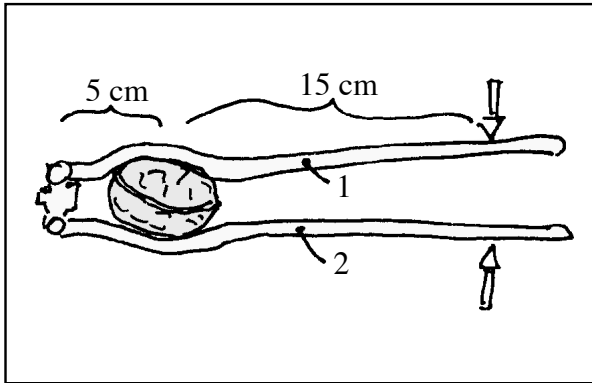

Fig. 7.29. Per l'esercizio 3
3. L'impugnatura dello schiaccianoci in fig. 7.29 viene stretta a una distanza di 15 cm dalla noce. Per rompersi, la noce deve essere attraversata da una corrente di quantità di moto di 80 N. Con che forza dobbiamo stringere?